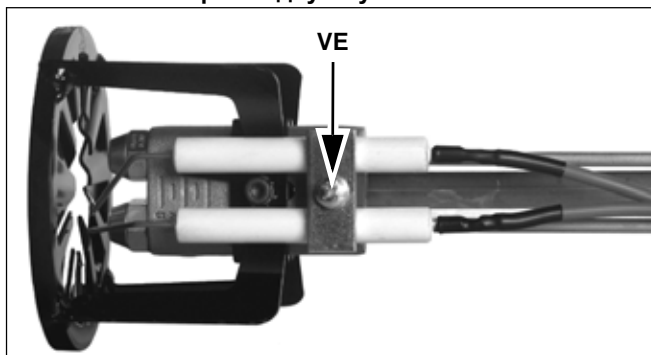
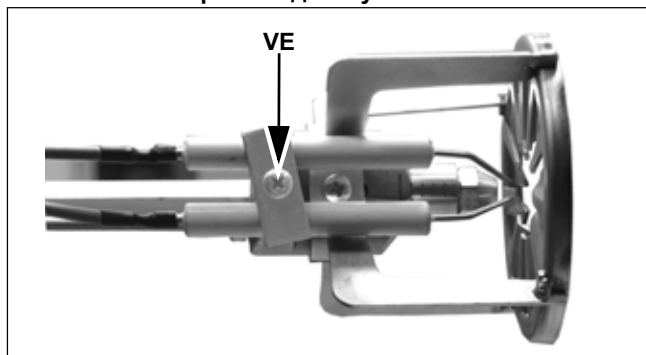

Рис. 55
Рис. 56
- Отвинтить винт **VE** с снять электроды с держателя (Рис. 55 - Рис. 56).